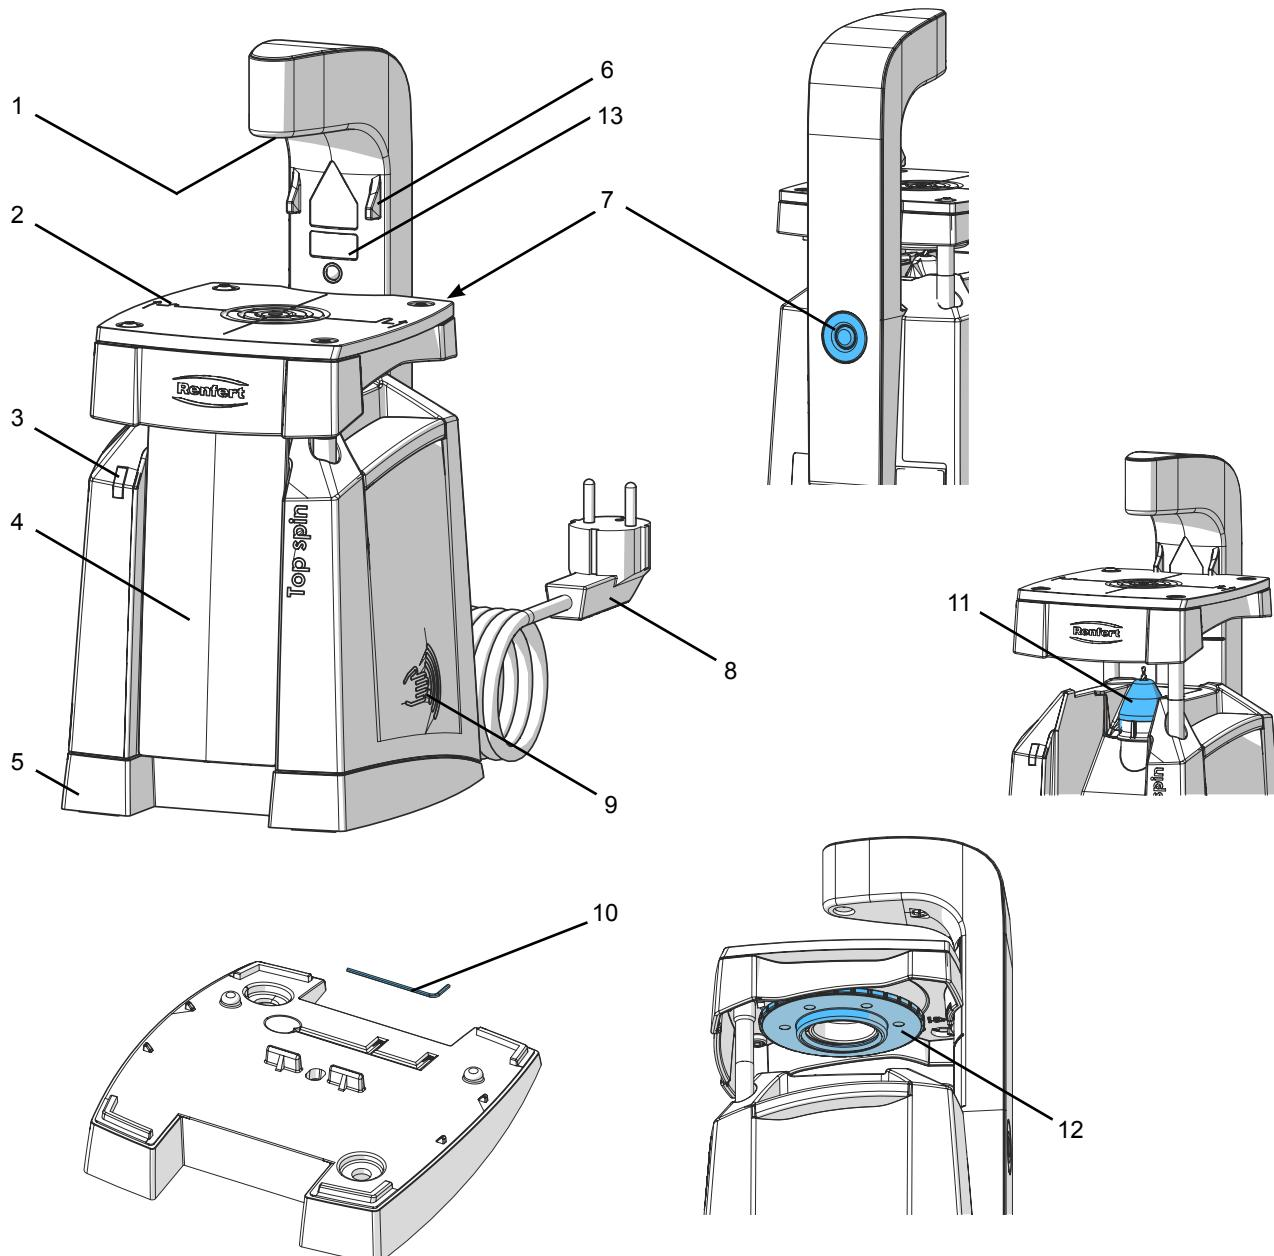

Fig. 1
- ⇒ Saque la indicación de peligro Láser que figura en su idioma nacional del juego de adhesivos y péguélo sobre la indicación de peligro actual (13, fig.1).
⇒ Colocar la corona de dientes en la mesa de perforación (2, fig. 1) y posicionar bajo el láser (1, fig. 1).